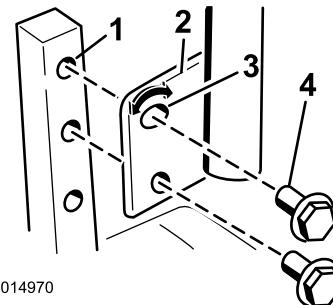

Figure 23
- Retirez les 2 boulons qui fixent le levier de commande à l'arbre du bras de commande (Figure 23).
- Placez le levier de commande dans les trous suivants. Fixez le levier avec les 2 boulons (Figure 23).
- Desserrez le boulon inférieur jusqu'à ce qu'il soit possible de pivoter le levier de commande en avant ou en arrière (Figure 23). Serrez les deux boulons pour fixer la commande à sa nouvelle position.